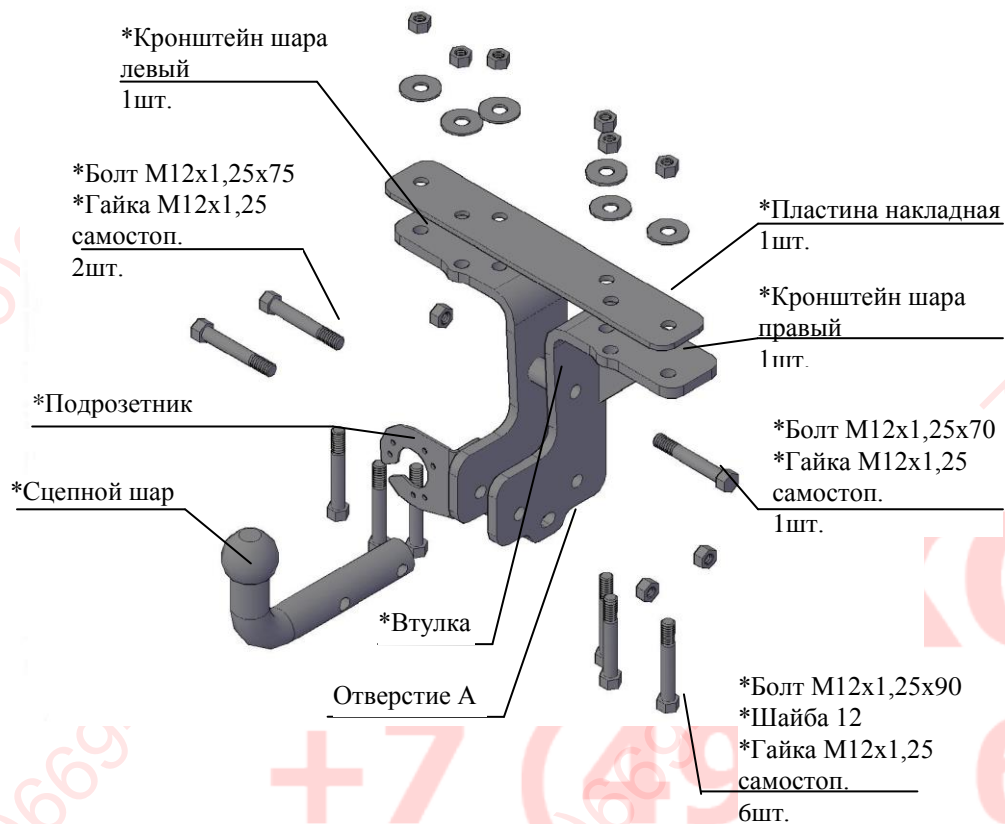

Рис.1 Тягово-сцепное устройство 7760
2.1 ТСУ 7760 в сборе (рис.1)	1 шт.
2.2 Пакет с комплектующими (см. рис.1)	1 шт.